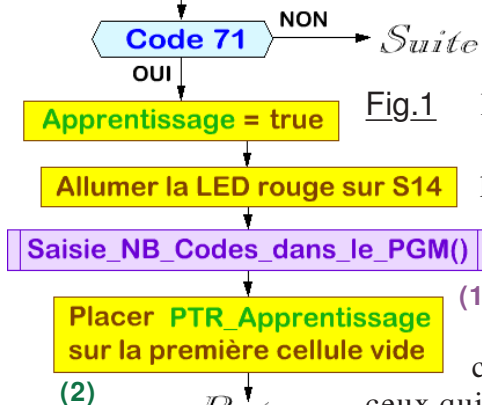

Fig.1
L'organigramme de la Fig.1 résume le déroulement du programme quand on clique sur l'une des touches du clavier. La procédure (1) retourne la variable BP égale à zéro si aucune touche n'est activée lors du test, provoquant la sortie immédiate de la subroutine. Si une touche est détectée, la première action en (2) consiste à empiler son code dans la table de l'historique. Si dans le menu **EXPLOITER** on clique sur la touche ↑, en (4) on affiche l'historique des touches sur l'écran OLED. Mais dans le menu **EXPLOITER** on peut aussi cliquer sur ↑ pour diriger le LASER ou mouvoir un moteur en mode manuel. Le test (3) élimine ces deux cas.
Fig.1 présente l'organigramme de traitement de l'ouverture du mode apprentissage quand la sonde reçoit sur RX le code 71.